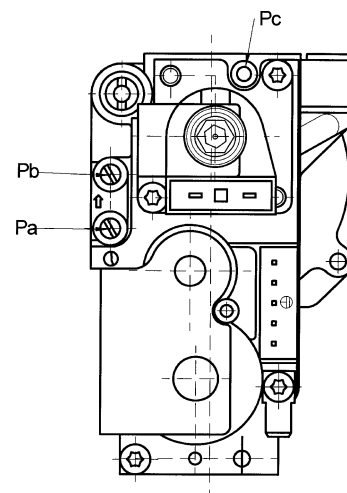

Abb. 11
- Den Druckmessstutzen eines möglichst mit Wassersäule versehenen Differenzdruckmanometers mit dem Druckentnahmestutzen (**Pb**) am Gasregelventil verbinden (Abb. 11). Nur bei raumluftunabhängigen Modellen den Unterdruck-Messstutzen des gleichen Manometers mit einem speziellen „T“-Stück verbinden, mit Hilfe dessen der Druckausgleichsstutzen des Heizkessels, der Druckausgleichsstutzen des Gasregelventils (**Pc**) und das Manometer miteinander verbunden werden. (Eine gleiche Messung kann durch Anschließen des Manometers an den Druckentnahmestutzen (**Pb**) bei abgenommener Frontbedientafel der Kammer des raumluftunabhängigen Heizkessels vorgenommen werden).
- Überprüfen, ob der beim Druckverbinder (**Pa**) der Gasventils (Abb. 11) gemessene dynamische Förderdruck des Heizkessel korrekt ist (**50 mbar** für Propangas oder **20 mbar** für Erdgas).